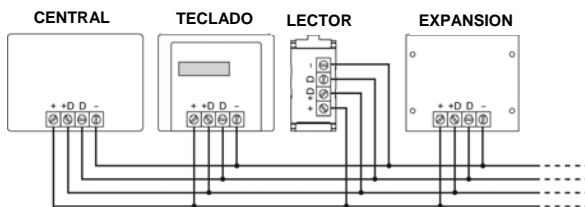

Fig.2 - Conexión al bus
**CONEXIÓN BUS DE DATOS (FIG. 2)**